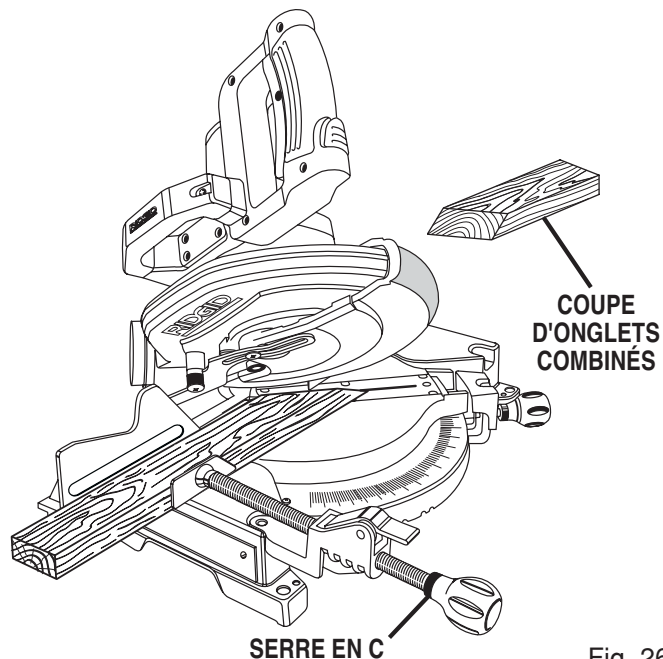

Fig. 26
- Abaissez lentement la lame dans la pièce pour la couper. *Voir figure 26.*
- Tenez fermement la pièce d'une main et retenez-la bien contre le guide. Utilisez l'étau en option ou une serre en C pour fixer la pièce tant que possible. *Voir figure 26.*
- Abaissez lentement la lame dans la pièce pour la couper. *Voir figures 26 et 27.*